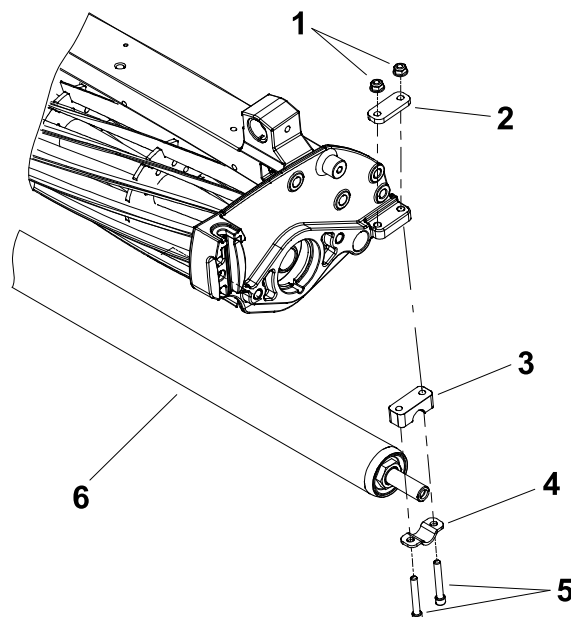

**Figura 8**
3. Desaperte as porcas de bloqueio em cada parafuso articulado da barra de apoio e retire os parafusos articulados da barra de apoio, anilhas de metal e anilhas de plástico das placas laterais (Figura 8).